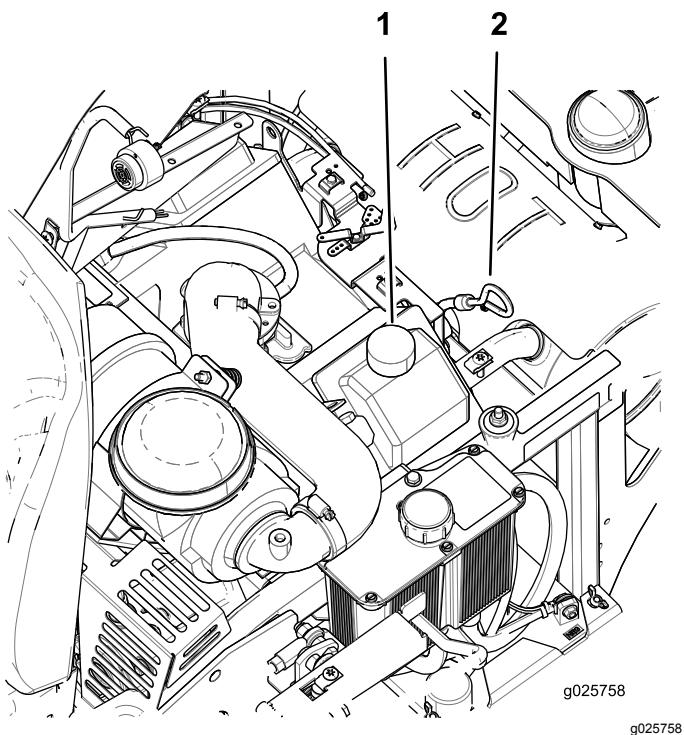

Figure 36
- Pour éviter de faire tomber de l'herbe, de la poussière, etc., dans le moteur, nettoyez la surface autour du bouchon de remplissage-jauge d'huile, avant de l'enlever (Figure 36).
- Si le niveau d'huile est trop bas, essuyez la surface autour du bouchon de remplissage, retirez le bouchon et faites l'appoint d'huile jusqu'à ce que le niveau atteigne le repère maximum sur la jauge (Figure 36).
5. Versez lentement environ 80 % de l'huile spécifiée dans le tube de remplissage, puis faites l'appoint lentement jusqu'à ce que le niveau atteigne le repère maximum (**Full**) sur la jauge (Figure 36).
6. Démarrez le moteur et conduisez la machine jusqu'à une surface plane et horizontale. Vérifiez à nouveau le niveau d'huile (Figure 36).